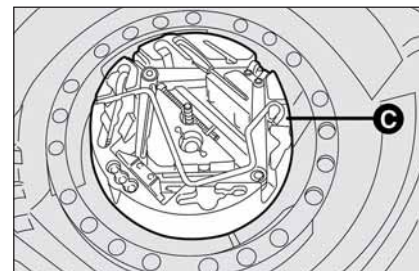

fig. 11
- remettre dans son étui **C-fig. 11** le cric partiellement ouvert en le forçant légèrement dans son siège, de façon à éviter les vibrations éventuelles pendant la marche;
- ranger le boîtier **C-fig. 11**, pourvu d'outils, dans le coffre à bagages;